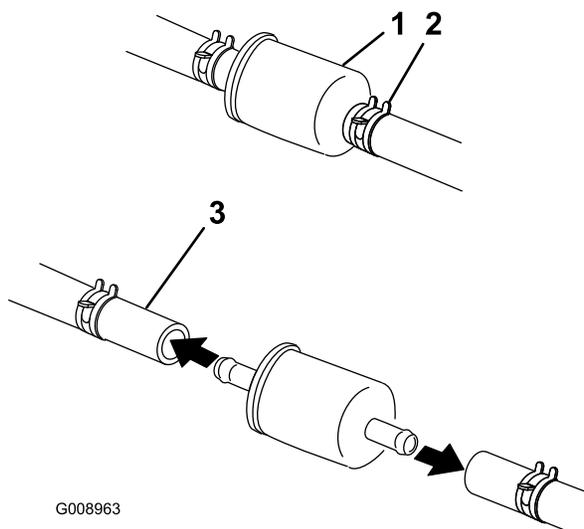

Figura 56
5. Cierre la válvula de cierre de combustible, situada debajo del asiento (Figura 56).
6. Apriete los extremos de las abrazaderas y deslícelas por la manguera alejándolas del filtro (Figura 56).
8. Instale un filtro nuevo y acerque las abrazaderas al filtro (Figura 56).